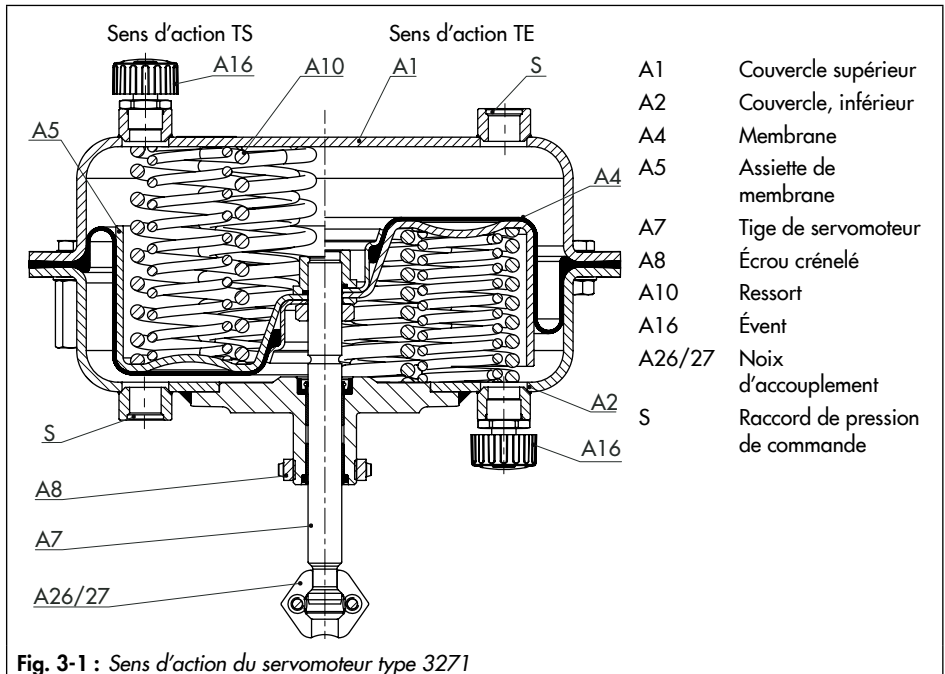

Fig. 3-1 : Sens d'action du servomoteur type 3271
Le servomoteur se compose principalement des deux couvercles (A1, A2), de la membrane (A4) avec assiette de membrane (A5) et des ressorts (A10), cf. Fig. 3-1.
Avec une exécution de type « tige sortant par la force des ressorts (TS) », la pression de commande est amenée dans la chambre de membrane inférieure par l'intermédiaire du raccord (S) inférieur et déplace la tige de servomoteur (A7) vers le haut, dans le sens opposé à la force des ressorts (cf. Fig. 3-1, à gauche).
Dans le sens d'action « Tige entrant par la force des ressorts (TE) », la pression de commande est amenée dans la chambre de membrane supérieure par l'intermédiaire du raccord (S) supérieur et déplace la tige de servomoteur (A7) vers le bas, dans le sens opposé à la force des ressorts (cf. Fig. 3-1, à droite).